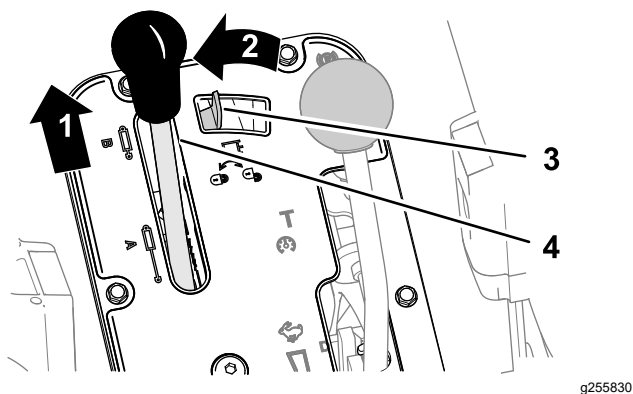
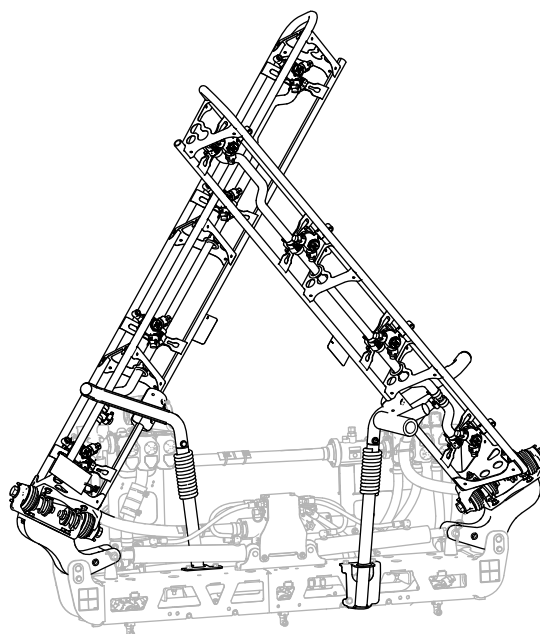

**Figura 89**
**Figura 90**
1. Empuje hacia delante la palanca de elevación hidráulica (Figura 89 o Figura 90).
- Mueva el bloqueo de elevación hidráulica hacia la izquierda para accionar el bloqueo (Figura 89 o Figura 90).